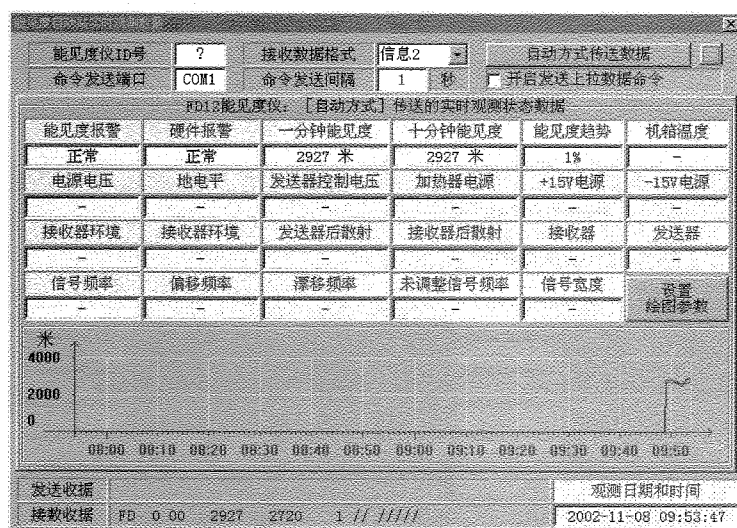

图 7-26 自动方式传送数据
- (6)点击“查看”—“实时数据”,进入查看实时数据状态。分自动方式和上拉方式进行数据传输。图 7-26 就是“自动方式传送数据”界面。只有一个能见度仪的情况下 ID 号可以不用设置。根据设置接收数据格式的不同显示不同的观测状态数据。